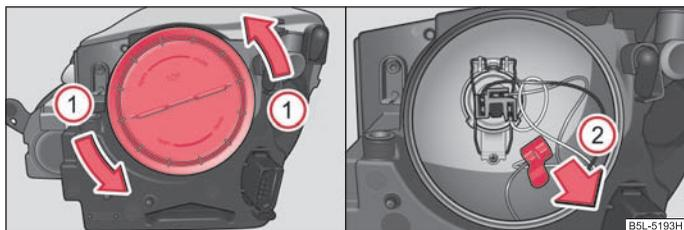

Fig. 194 Togliere la calotta / smontaggio della sede della luce di posizione (fari alogeni)
- Girare la calotta di protezione nel senso della freccia ① **OPEN (apertura)** e rimuoverla → fig. 194.
- Tirare la sede nel senso indicato dalla freccia ② → fig. 194.
- Girare la calotta di protezione nel senso della freccia **OPEN (apertura)** → fig. 194 e rimuoverla.
- Rimuovere il connettore ①.
- Girare la graffa verso il basso ②, finché si sblocca dalla posizione di fissaggio.
- Rimuovere la lampadina ③ e montarne una nuova prestando attenzione a inserire i naselli di fissaggio sull'attacco della lampadina nelle cavità del riflettore.